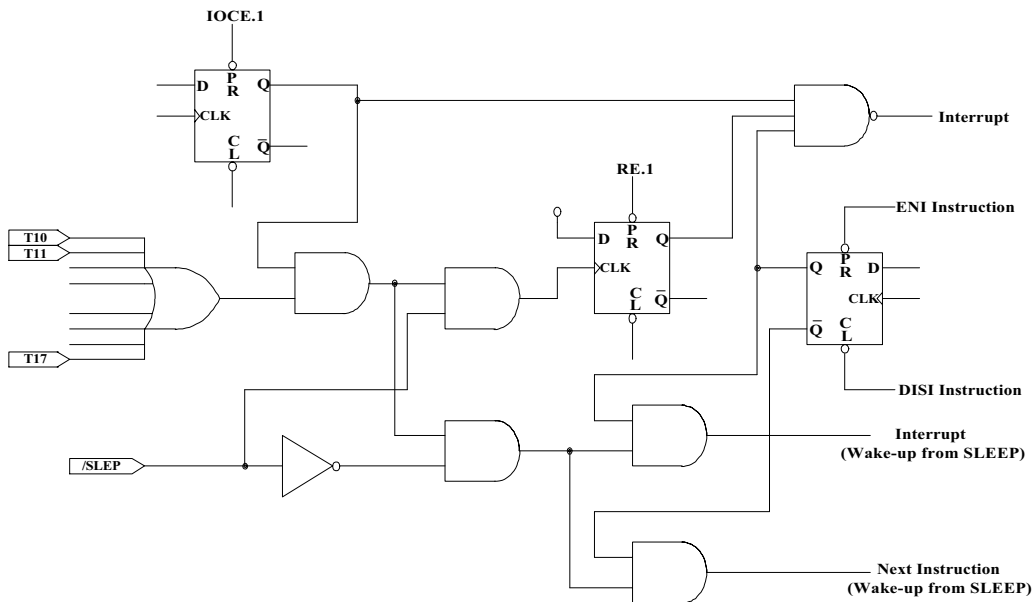

图9 输入变换中断/唤醒的端口6 的I/O 框图
- 执行 ENI 指令使全局中断有效, DISI 指令全局中断禁止。参考图 9